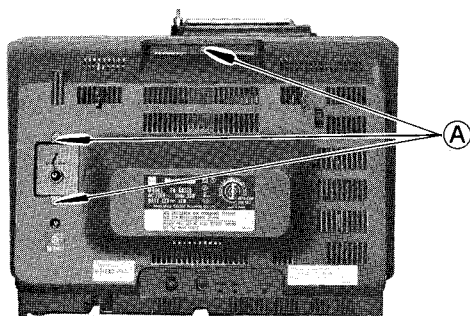

Fig. 3 Abb. 3
1. Remove 3 screws (A) as in fig. 3.
1. 3 Schrauben (A) wie in Abb. 3 entfernen.